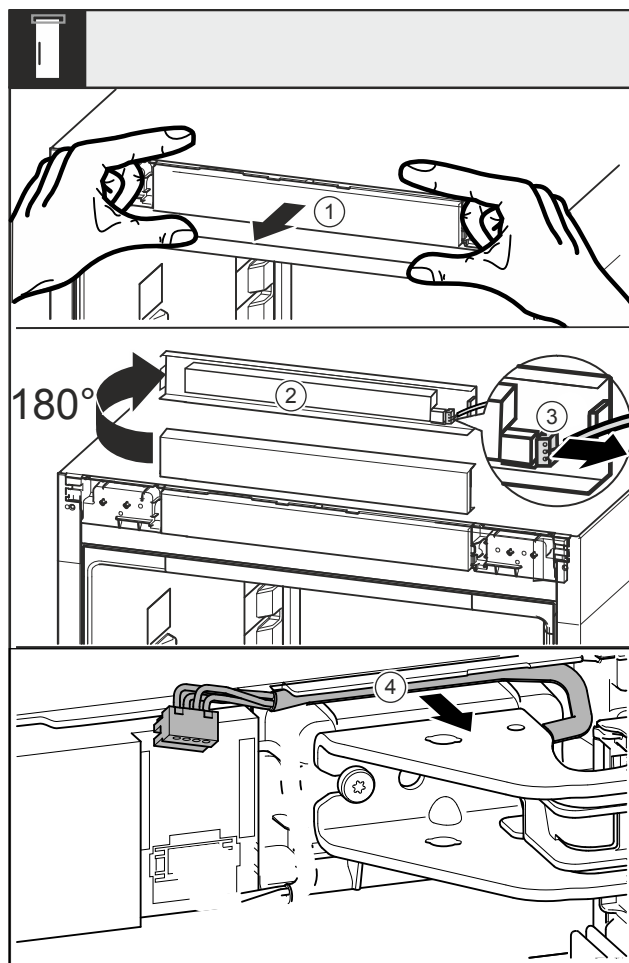

Fig. 17
- ▶ Uvolněte záslepku Fig. 17 (1) směrem dopředu.
- ▶ Záslepku Fig. 17 (2) otočte o 180° nahoru.
- ▶ Západku na zástrčce Fig. 17 (3) zatlačte dozadu a opatrně vytáhněte zástrčku.
- ▶ Kabel Fig. 17 (4) nad stojanem ložiska uvolněte z vedení.